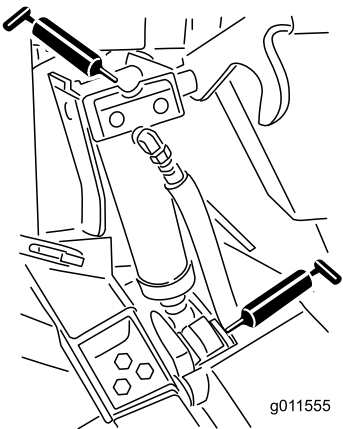

Figura 44
- Casquilhos do cilindro de elevação (4) (Figura 44)